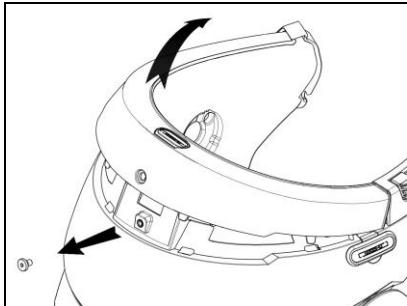

Fig. 4
- Ta bort skruven från hjälmkantens tätnings genom att använda den speciella nyckeln (Fig. 4).
- Ta helt bort kanttätningen så som visas i Fig. 4 och avlägsna även den skyddande fyllningen.